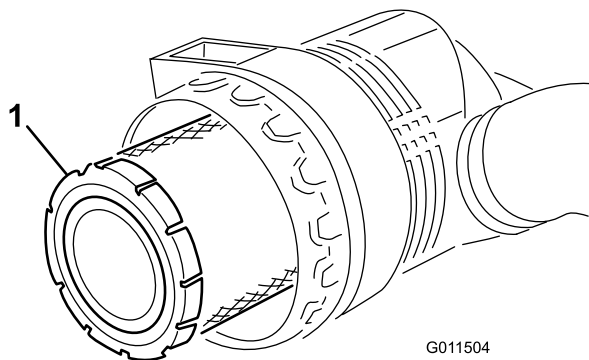

Bild 48
3. Entfernen Sie den Hauptfilter (Bild 48). Das Reinigen eines verwendeten Elements wird nicht empfohlen, da das Filtermedium beschädigt sein könnte. Prüfen
4. Wechseln Sie den Hauptfilter aus (Bild 48).